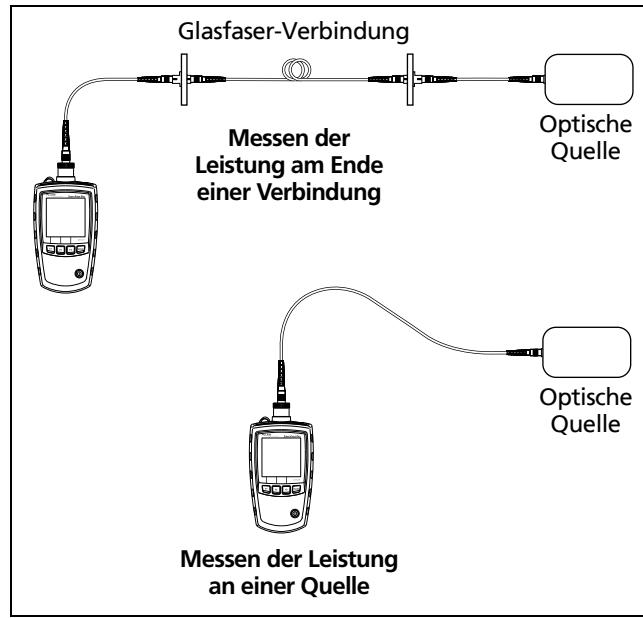

Abbildung 7. Anschlüsse für Leistungsmessung
- 3 Die in Abbildung 7 gezeigten Verbindungen herstellen.